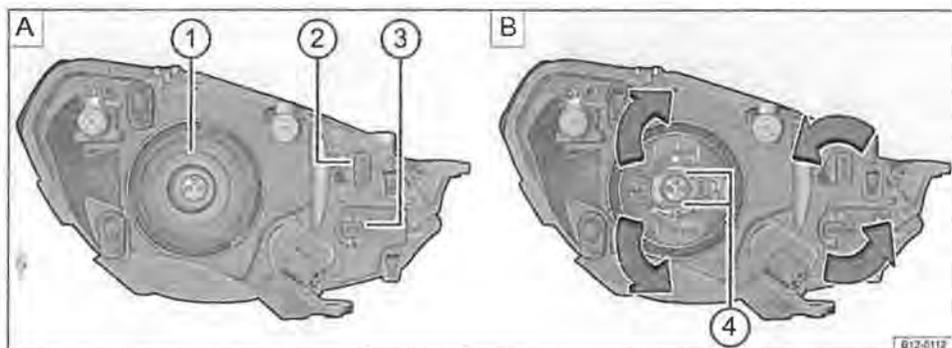

Fig. 123 Vista da dietro del faro sinistro, nel vano motore
3. **Anabbaglianti e abbaglianti** ⓘ → fig. 123: estrarre il connettore della lampadina a incandescenza. Sfilare la copertura di gomma dalle linguette, spingere in avanti la staffa di sicurezza ④, nella direzione della freccia, e sganciarla tirandola lateralmente.
**Luce di posizione e luce diurna** ② e **indicatore di direzione anteriore** ③: ruotare fino alla battuta il portalampada in **senso antiorario** ed estrarlo all'indietro insieme alla lampadina.
5. **Anabbaglianti e abbaglianti** ⓘ inserire la lampadina a incandescenza, ribaltare all'indietro la staffa di sicurezza ④ e agganciarla. Applicare la copertura in gomma ed assicurarsi che sia posizionata correttamente. Collegare il connettore alla lampadina a incandescenza.
**Luce di posizione e luce diurna** ② e **indicatore di direzione anteriore** ③: inserire il portalampada nel faro e avvitarlo in **senso orario** fino alla battuta.